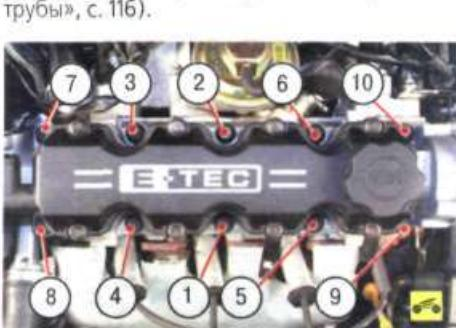

Рис. 5.4. Последовательность затяжки болтов крепления головки блока цилиндров
на рис. 5.4, в три приема: выверните болты на пол оборота, выверните болты еще на пол оборота, окончательно выверните болты.
Затягивайте болты на холодном двигателе в последовательности, показанной на рис. 5.4, в пять этапов: 1-й – затяните болты моментом 25 Н·м (2,5 кгс·м); 2-й – доверните болты на угол 60°; 3-й – дополнительно доверните болты на угол 60°; 4-й – еще дополнительно доверните болты на угол 60°; 5-й – окончательно заверните болты на угол 10°;
12. Установите на двигатель головку блока цилиндров, а корпус распределительного вала на головку и затяните болты их крепления в последовательности, показанной на рис. 5.4 (см. «Замена прокладки головки блока цилиндров», с. 79), моментом, приведенным в приложении 1.